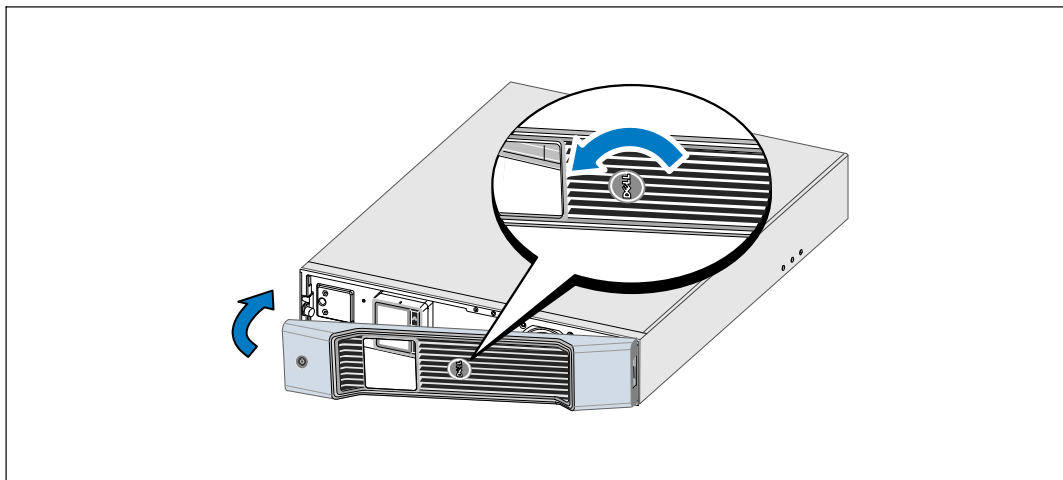

图 23. 安装 UPS 前盖
- 6 逆时针旋转 Dell 标志 90°，安装 UPS 前盖(参见图 23)。